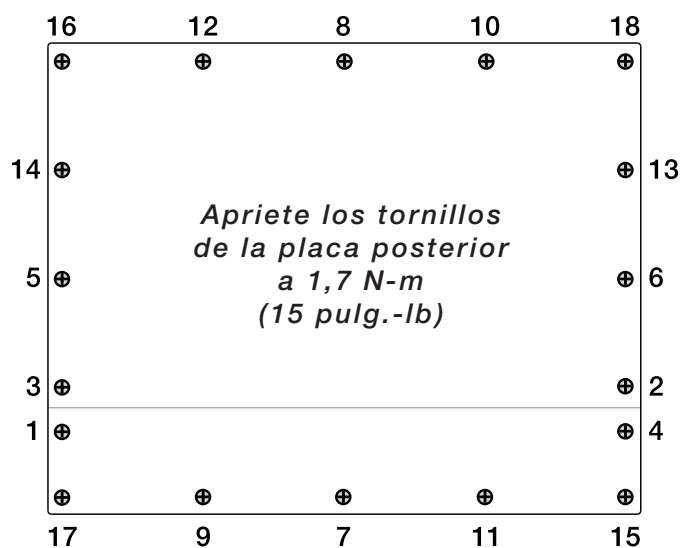

Figura 3-1. Placa posterior de la carcasa 920i
3. Apriete los tornillos a 1,7 N-m (15 pulg.-lb), siguiendo el patrón mostrado en la Figura 3-1, para evitar distorsionar la junta de la placa posterior.
4. Vuelva a instalar la placa posterior (Figura 3-1 en la página 17).